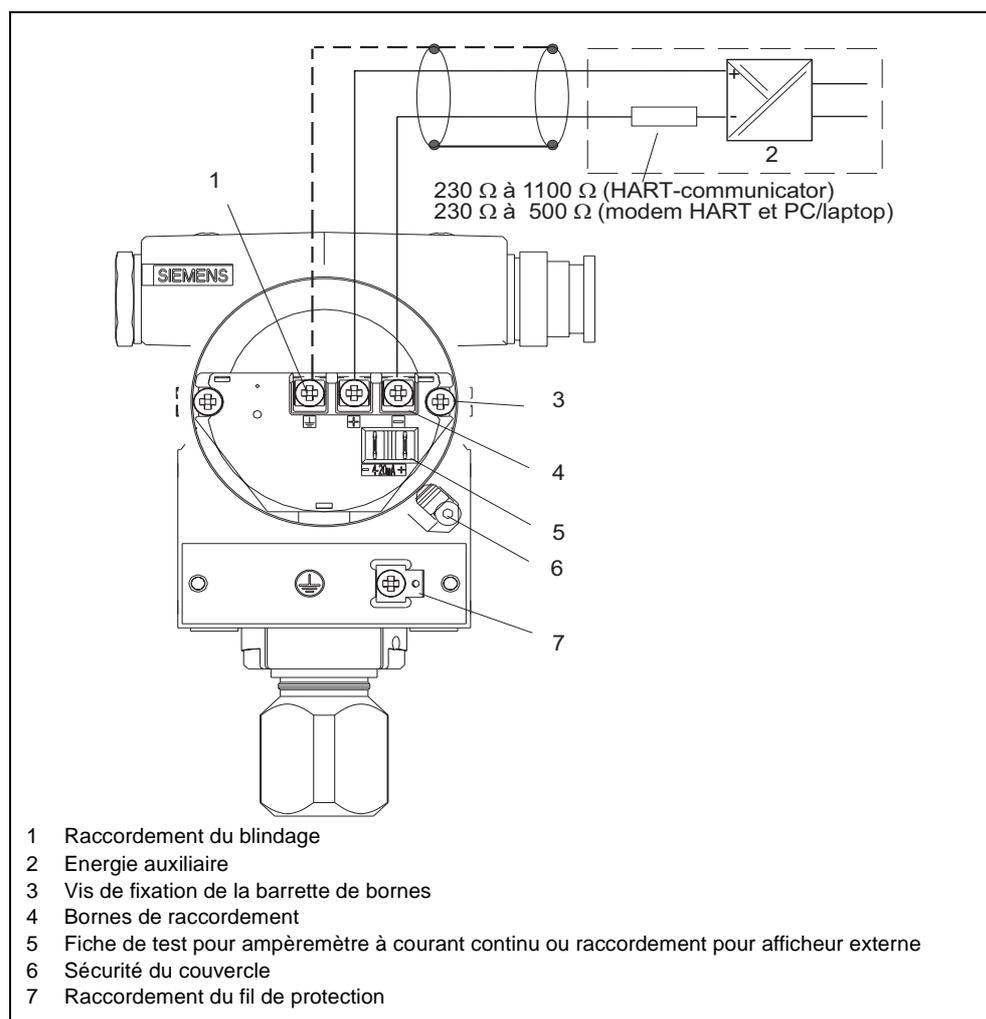

Figure 39 Schéma de raccordement électrique
Le transmetteur doit être alimenté par une source de courant à basse tension de sécurité (SELV, safety extra-low voltage). Si des sources de courant autres sont utilisées, il est recommandé de mettre le boîtier du transmetteur à la terre par le contact du conducteur de protection. La borne de blindage dans la boîte de raccordement (Figure 39) est reliée en interne au contact du conducteur de protection.
Pour une parfaite communication, le circuit du signal doit comporter au moins une charge de 230 Ω (voir Figure 39). En cas d'utilisation de séparateurs d'alimentation pour transmetteurs SMART, par ex. Siemens 7NG4021, l'appareil comprend déjà une charge.
3. Raccordez les brins aux bornes "+" et "-" (Figure 39) en observant la polarité!